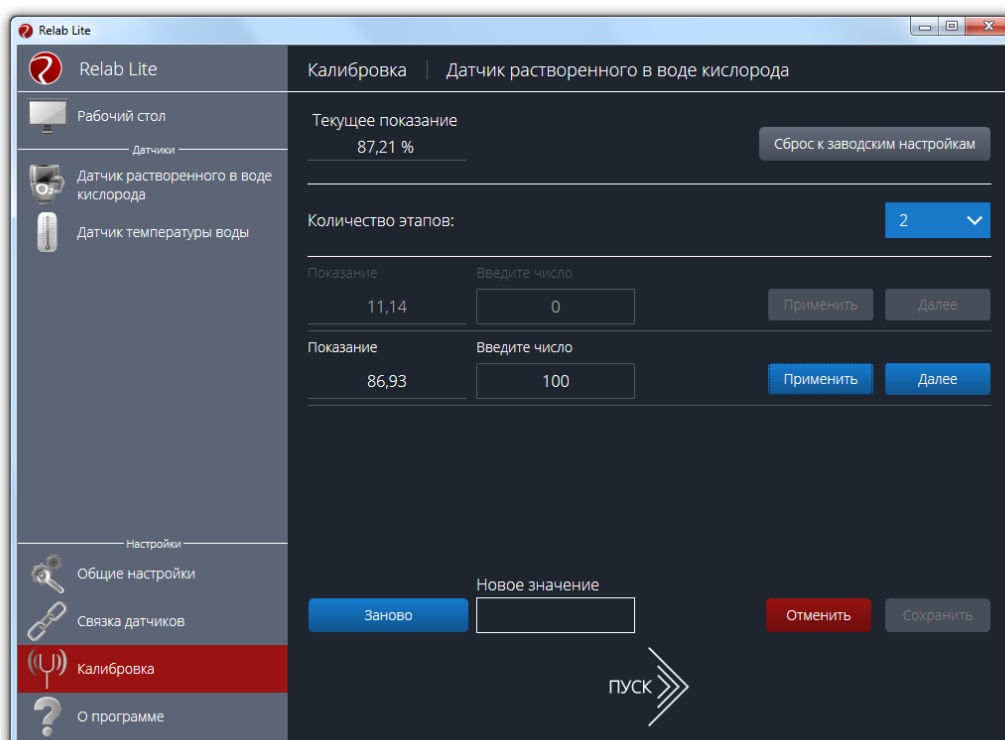

Рисунок 6 – Второй этап калибровки
10) Выполнить действия пп.3.8 – 3.9 для насыщенной кислородом воды (100%) (рис. 6).